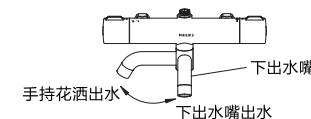

图3
- 转动功能把手,当“**▶**”朝向“**下出水嘴**”位置时,通过转动下出水管可选择下出水嘴或手持花洒出水,参考图3。